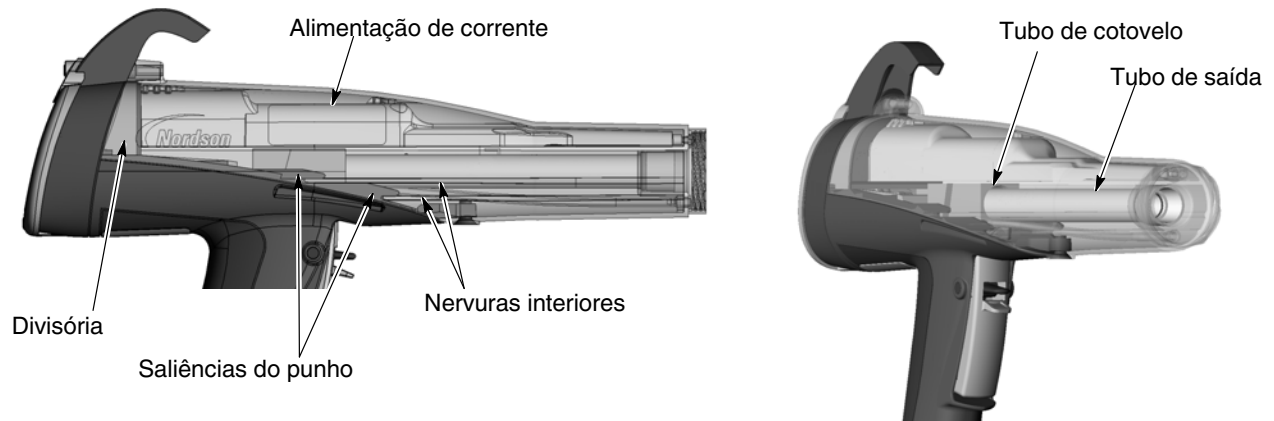

Figura 6-6 Montagem da pistola
1. Consulte a figura 6-6. Alinhe o corpo da pistola com o punho e enfie-os juntos, engatando as nervuras interiores do corpo da pistola nas saliências do punho.